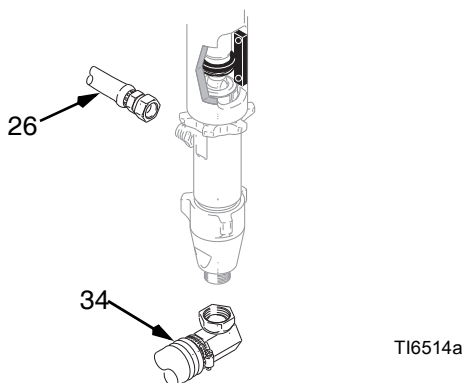
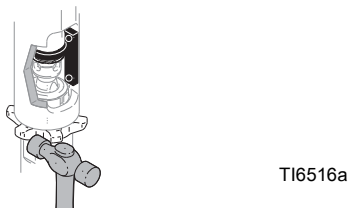

FIG. 11
FIG. 13
4. FIG. 11 - FIG. 13. Vegye le a szivattyút.
3. FIG. 11. Távolítsa el a szívócsövet (34) és a tömlőt (26).
5. FIG. 13. Csavarja le az ellenanyát, majd csavarja ki a pumpát.